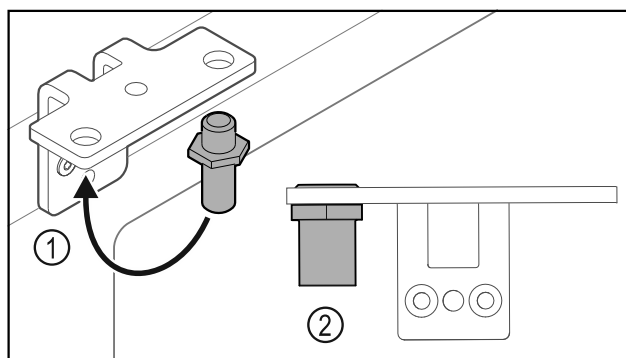

Fig. 38
- Flyt bolten Fig. 38 (1) i hængselvinklen.
- Spænd bolten Fig. 38 (2) med et **drejemoment på 12 Nm**.